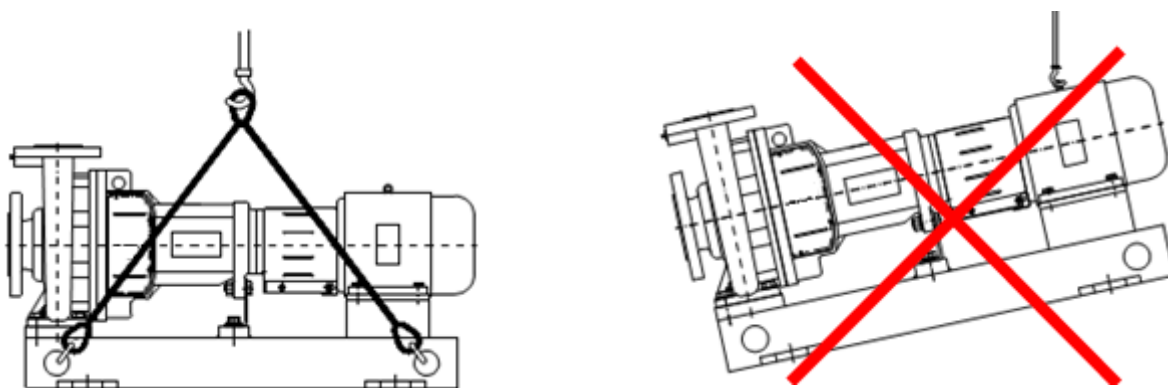

Рисунок 1 Схема строповки агрегата электронасосного серии HSC
При подъеме агрегата электронасосного серии HSC строповку производить по схеме, приведенной на рис. 1.
**ЗАПРЕЩАЕТСЯ ПОДНИМАТЬ АГРЕГАТ ЭЛЕКТРОНАСОСНЫЙ СЕРИИ HSC ЗА МЕСТА, НЕ ПРЕДУСМОТРЕННЫЕ СХЕМОЙ СТРОПОВКИ (см. рис. 1)!!!**
- установить агрегат насосный на заранее подготовленный фундамент (схему строповки см. рис. 1);